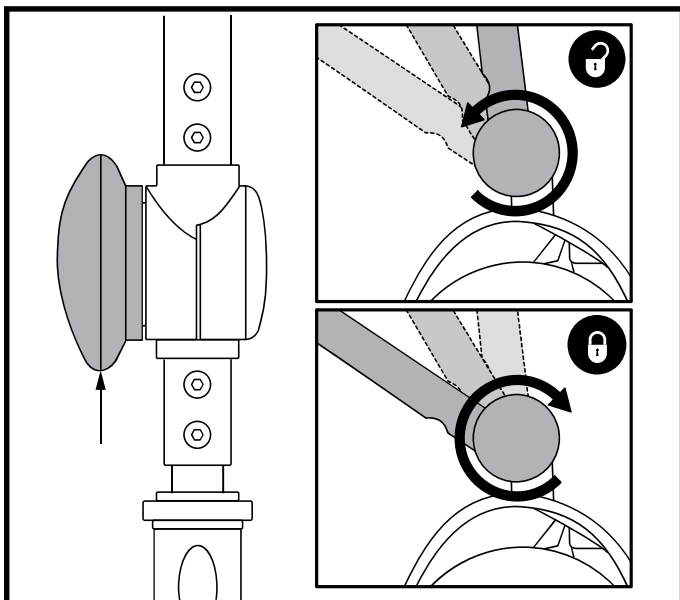

Abb. 24. Lenkersicherungshebel
## EINSTELLUNG DES LENKERWINKELS (Siehe Abb. 24)
1. Entfernen Sie den Sitz und das Batteriepack (siehe „Vorgehensweise zur Zerlegung“ auf der vorherigen Seite), senken den Lenker ab und ziehen den Lenkersicherungshebel an. **Siehe Abb. 24.**
3. Den Hebel anheben und fest den Lenkersicherungshebel drücken. **Siehe Abb. 24.**